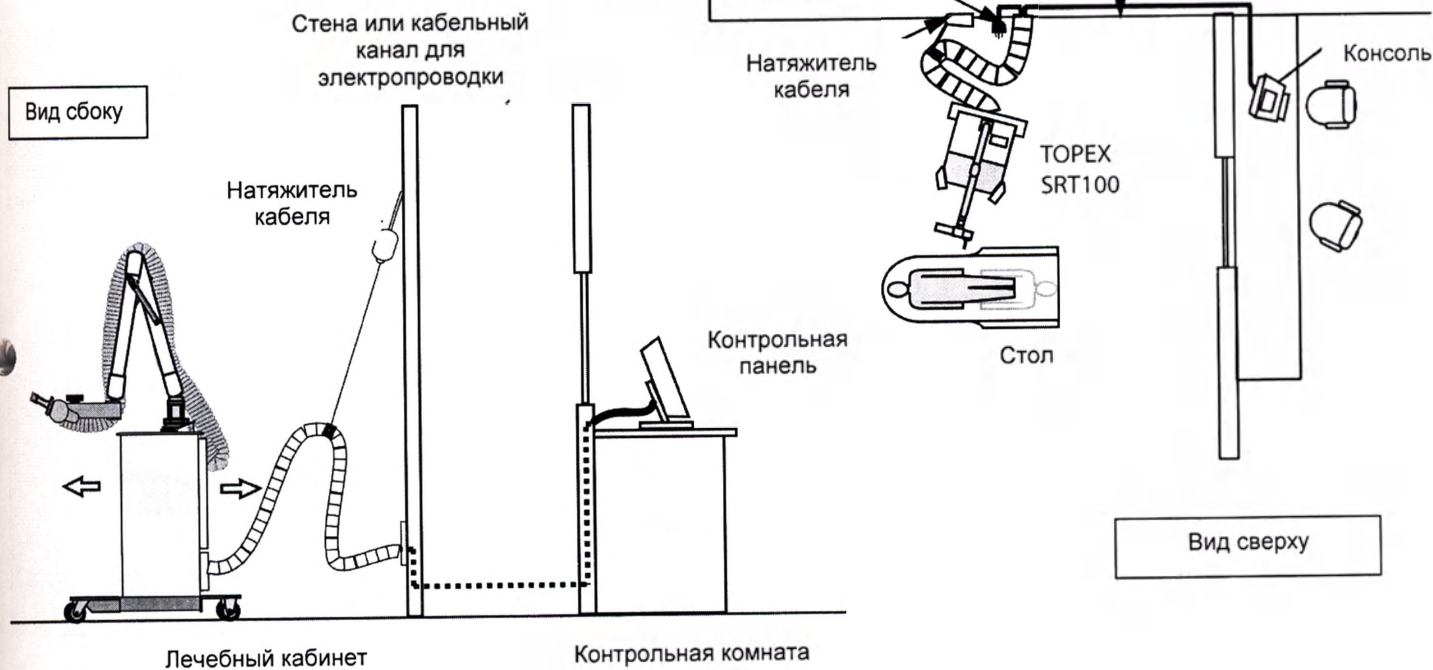

Рис. 2
- B. Перекатите Основной блок прибора на колесах в лечебный кабинет. См. Рис. 2.
- D. Разместите пульт управления в контрольной комнате. См. Рис. 2.
- E. Подсоедините два кабеля - для передачи данных и силовой - от Контрольной панели к Основному блоку. Для защиты кабелей рекомендуется использовать кабельные каналы. См. Рис. 2.
- F. Подсоедините провод от блокиратора двери к задней панели Основного блока. (Основной блок подает низковольтный ток на два блокиратора дверей.) См. Рис. 2.